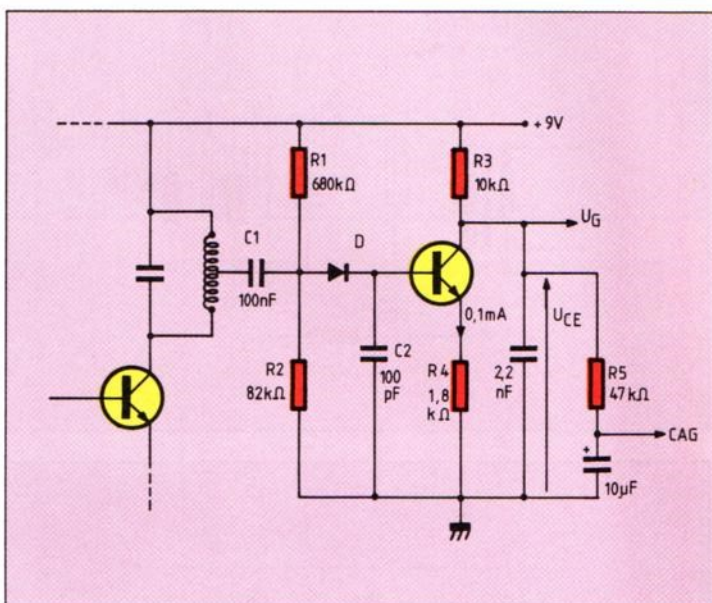

Fig. 10. – Variante du montage de la figure 9 permettant d'obtenir une tension de commande automatique de gain.
**Tension de commande de gain.** Dans le montage de la figure 9, l'essentiel de la composante continue de démodulation se perd dans  $R_p$ . Pour la récupérer, on peut, comme le montre la figure 10, faire appel à un diviseur de polarisation ( $R_1$ ,  $R_2$ ), véhiculant un courant propre nettement supérieur à celui de base. Les composants ayant été choisis pour une intensité de repos de  $0,1\text{ mA}$ , on obtient  $U_{CE} = 8\text{ V}$ . En présence d'un signal, cette tension diminue, d'autant plus fortement que l'amplitude de ce signal est plus élevée.